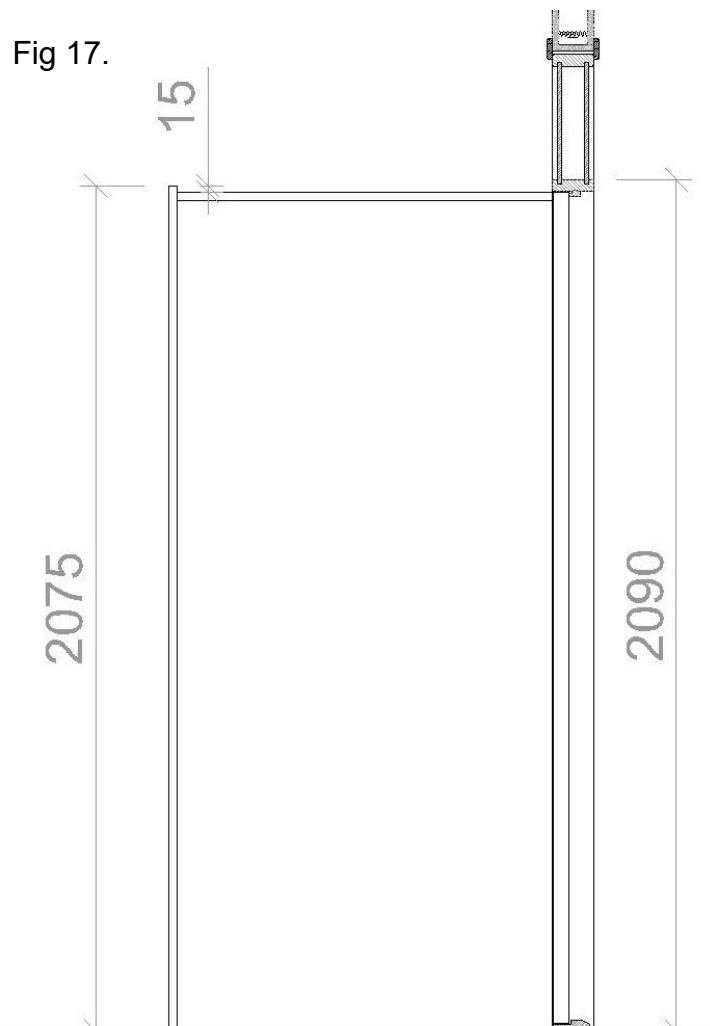

Fig 18. skjemattegning
- Overkant topphylle skal flukte med overkant dørblad. Det vil si ca. 15 mm under toppen på sidevangen. Se fig 18.